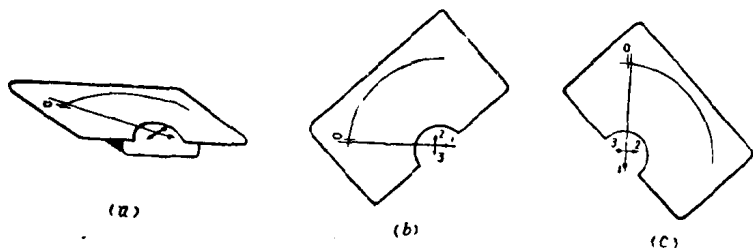
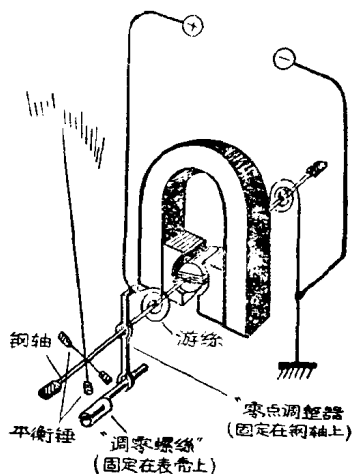

图 8 調整表針平衡示意图
图 9 零点調整器与調零螺絲
(1) 表針的校正：表針弯曲或与度盘摩擦时，打开表壳，細心用镊子夹紧表針，輕輕校直；然后緩緩吹动表針，看它能否轉动自如。
(2) 接长表針：表針折断后，可以用鋁箔（紙烟盒中的鋁箔或废电解电容器中的鋁箔都行）作成細套管，用万能胶粘在断針上。但接长表針之后，因重量不符，可能失去平衡，需要重新調整。
(3) 調整表針的平衡：調平衡时，第一步先把表头平放（图 8 a），拨动零点調整器（在表头內部，见图 9），使表針指在“0”刻度上；第二步把表头豎起，使“0”刻度綫与地面平行（图 8 b），看表針是下傾还是上翘，以决定增减短臂 1 的力臂或錘的重量。这一步平衡調好后。第三步将表头豎放，使
“0”刻度綫与地面垂直（图 8 c）。如果針向右傾，則应加大“3”（或减少“2”）的重量；若針向左傾，則可加大“2”（或减少“3”）的重量。